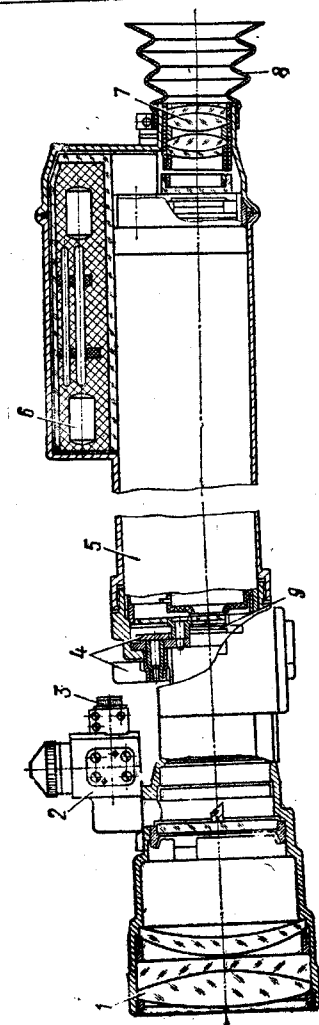

Рис. 8. Прицел ППН-3 (в разрезе):
11. Ночные бесподсветные прицелы (рис. 8) состоят из следующих основных элементов: объектива; электронно-оптического преобразователя; окуляра; высоковольтного преобразователя напряжения; механизма выверки и установки прицела; механизма светофильтров; механизма защиты прицела от засветки; диафрагмы; аккумуляторной батареи.